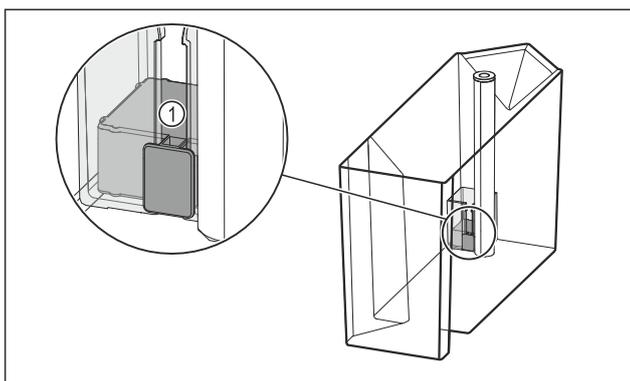

Fig. 98
- ▶ Compruebe si el flotador Fig. 98 (1) está atascado. Si el flotador está atascado: